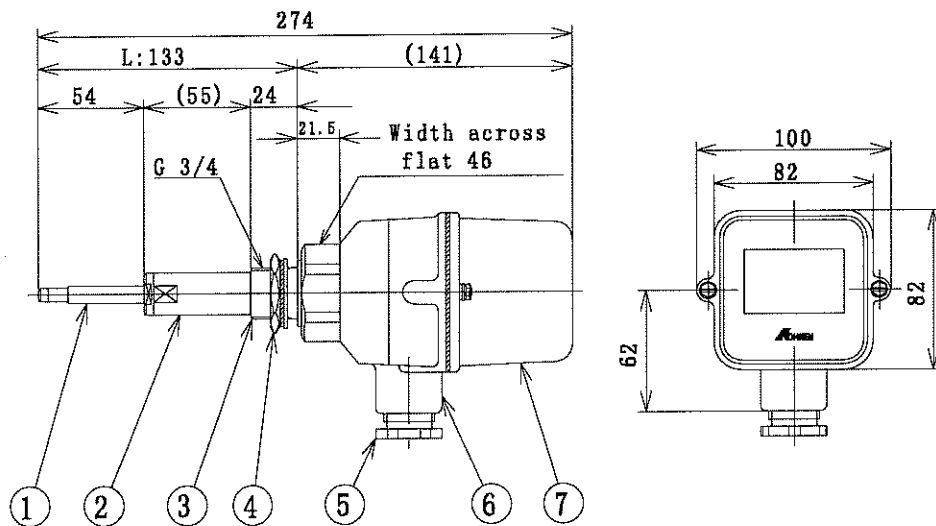
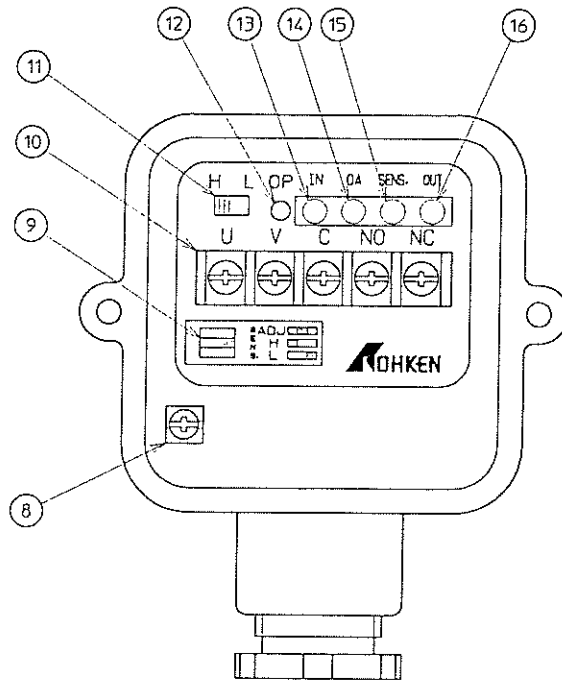

Fig. 2-1
Fig. 2-2
【See Fig. 2-1】
2. 4 Component names 【See Fig. 2-1, Fig. 2-2】
- ① DETECTION ROD